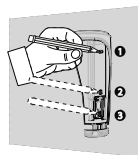

Figure 2: Marquage des trous des vis
- Marquez et percez au moins deux trous dans le support de montage (voir Figure 2 et 3).
Note: Si vous installez l'autoprotection sur le détecteur, marquez et percez un trou pour l'autoprotection (trou numéro 2, Figure 2) et deux trous dans les autres encoches disponibles (numéro 1 et 3, Figure 2).